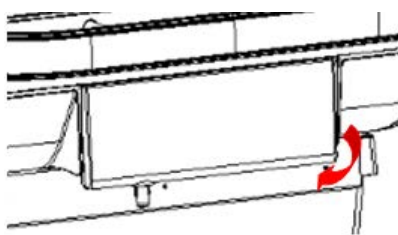
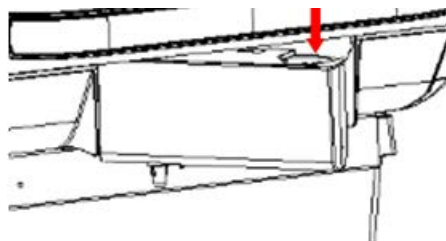

Рис. 1
Рис. 2
- (1) При добавлении воды потяните за паз, обозначенный надписью «OPEN» (ОТКРЫТЬ) в правом нижнем углу резервуара, и поверните наружу по часовой стрелке (т.е. в направлении, указанном дуговой стрелкой на рис. 1), при этом максимальный угол поворота может составлять до 90°, после открытия резервуара видна каплевидная крышка резервуара над ним (т.е. область, указанная вертикальной стрелкой на рис. 2). Затем отвинтите крышку резервуара в направлении, указанном на крышке, и залейте соответствующий объем воды во входное отверстие для воды. После наполнения водой верните емкость в исходное положение, выполнив действия, указанные выше, в обратном порядке.